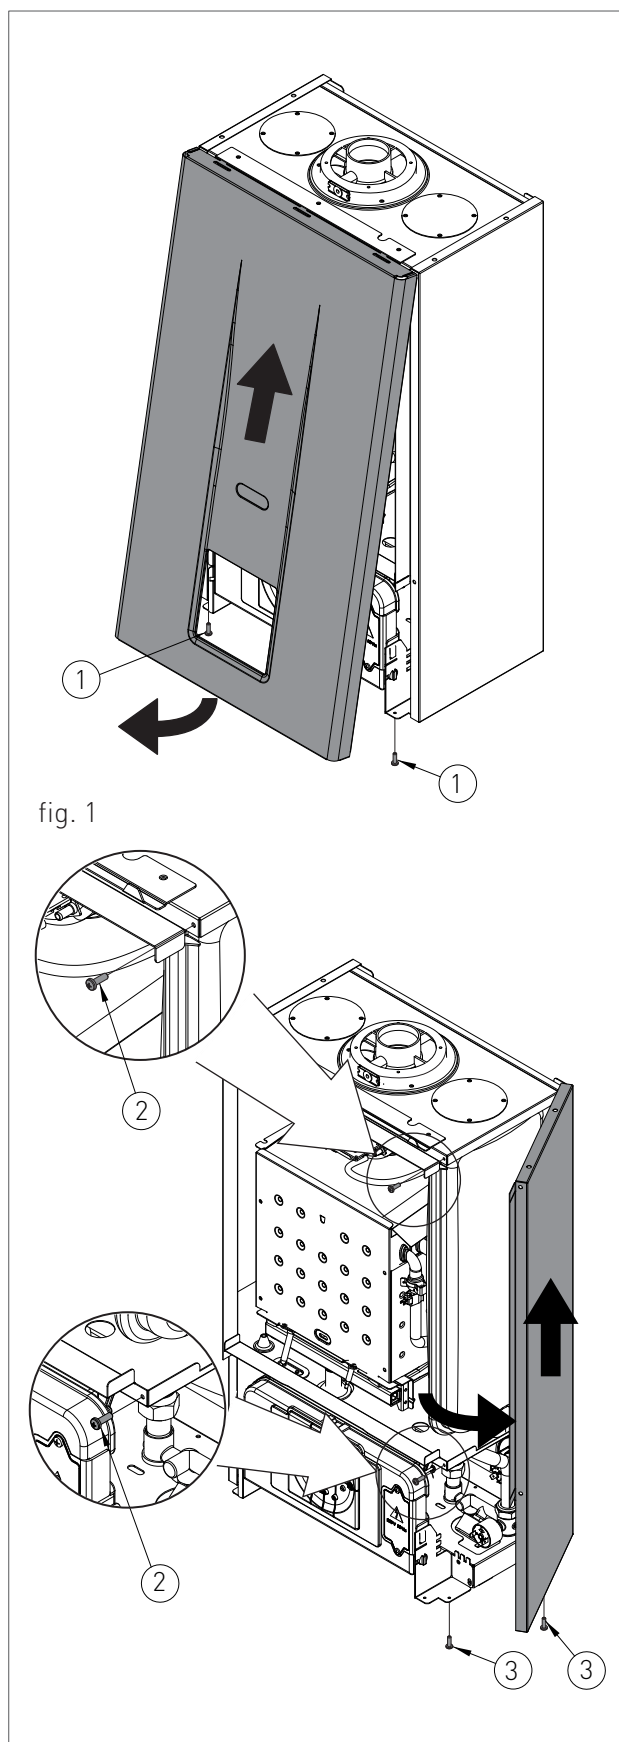

fig. 1
- › rimuovere le viti (1 - fig.1) di fissaggio poste nel bordo inferiore del pannello frontale;
- › afferrare il pannello frontale nella parte inferiore e, tirandolo verso se, estrarlo con movimento verso l'alto (vedi fig. 1).
- › rimuovere le viti (2 - fig.1) di fissaggio poste nel bordo frontale del pannello laterale;
- › rimuovere le viti (3 - fig.1) di fissaggio poste nel bordo inferiore del pannello laterale;
- › afferrare la base del pannello e, dopo averlo spostato lateralmente, estrarlo alzandolo (vedi fig. 1).